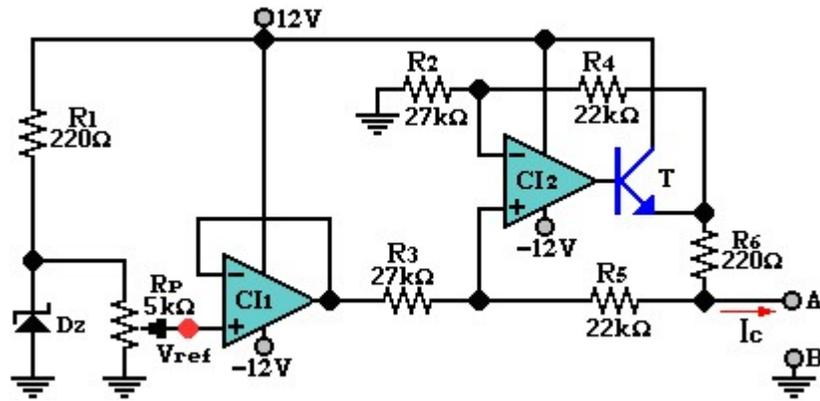

Figura 6.1
2. Realizar el análisis teórico de la figura 6.1 y 6.2, este deberá ser entregado al profesor del laboratorio al inicio de este.
3. Realizar la simulación del circuito de la figura 6.1 y 6.2 de acuerdo con los datos de la tabla 6.1.
- Arme el circuito de la figura 6.1.
1. ¿Son lineales las salidas de los circuitos de la figura 6.1 y 6.2? Justifique su respuesta.
2. ¿Qué función desempeña el seguidor de voltaje en el circuito de la figura 6.1? Explique.
3. ¿Qué tipo de convertidores son los de la figura 6.1 y 6.2?